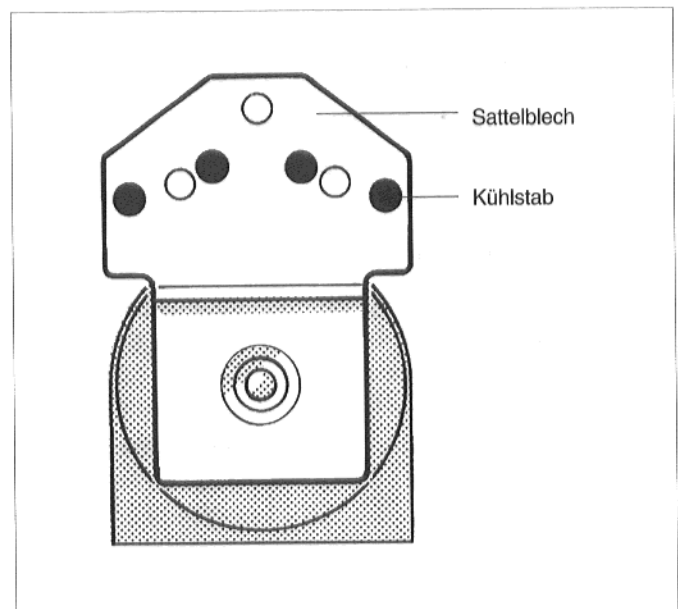

Abb. 29: Sattelblech mit Aufnahmelöchern
- Kühlstäbe wieder in die Sattelbleche einschieben. Dabei die Aufnahmelöcher in den Sattelblechen nach Abb. 29 verwenden.